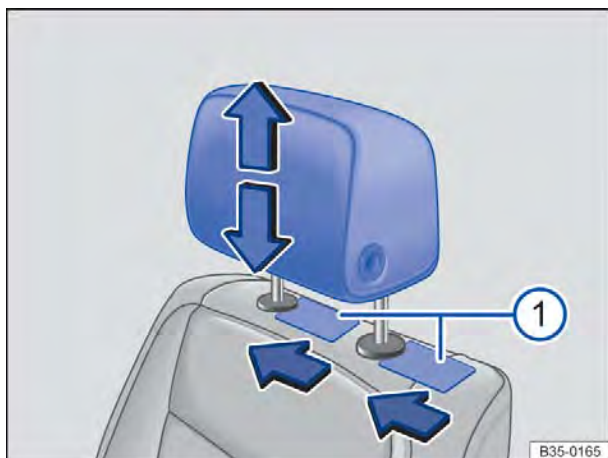

Fig. 45 Desinstalar o apoio para cabeça dianteiro.
- Empurrar um objeto plano, por exemplo, um cartão de plástico, respectivamente nos dois lados entre o revestimento do encosto do banco e a capa de cobertura da barra guia do apoio para cabeça e, ao mesmo tempo, com uma leve pressão, destravar as barras retentoras ⇒ Fig. 45.